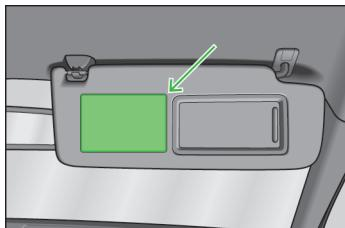

Fig. 172 Parasol del acompañante / adhesivo
- En el parasol del acompañante. en vehículos para algunos países, en el parasol del acompañante se encuentra el adhesivo » fig. 172.